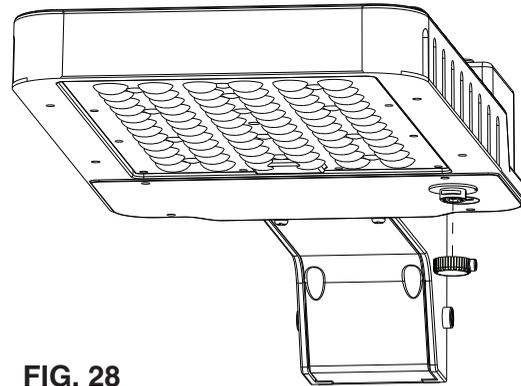

FIG. 28
2. Enlevez le couvercle du réceptacle USB-C en le tournant à 90° (voir la FIG. 28).